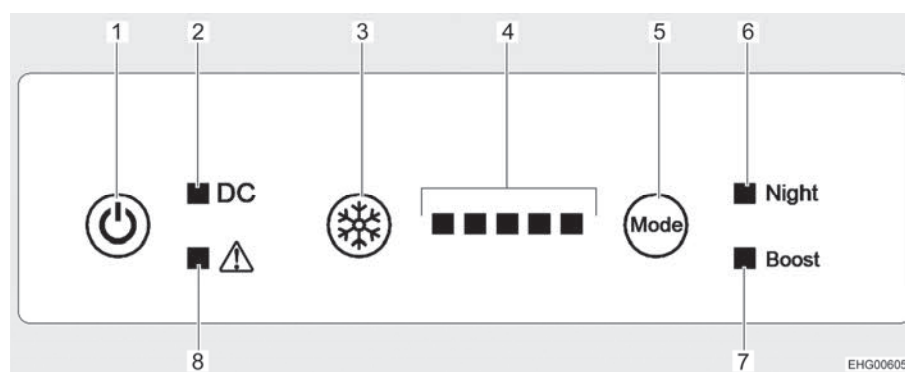

Fig. 132 Boutons de commande (réfrigérateur)
- Appuyer sur la touche Marche/Arrêt (Fig. 132,1) pendant 1 seconde. Le vibreur sonore retentit, tous les voyants de contrôle s'allument (test des voyants) et s'éteignent au bout d'environ 10 secondes. Seul le voyant de contrôle du fonctionnement (Fig. 132,2) reste allumé et indique que le réfrigérateur est en fonction. Le compresseur démarre au bout d'un court retard.
- Appuyer sur la touche Marche/Arrêt (Fig. 132,1) pendant 10 secondes. Le vibreur sonore retentit et tous les voyants de contrôle s'éteignent.
- Appuyer sur la touche de puissance de réfrigération (Fig. 132,3) jusqu'à ce que la puissance souhaitée soit affichée. Plus il y a de voyants de contrôle allumés (Fig. 132,4) plus la puissance de réfrigération (et la consommation en énergie) est élevée.
- Appuyer sur la touche Mode de fonctionnement (Fig. 132,5) jusqu'à ce que le voyant de contrôle du mode nocturne (Fig. 132,6) s'allume. Le réfrigérateur fonctionne maintenant en mode nocturne.
- Appuyer sur la touche Mode de fonctionnement (Fig. 132,5) jusqu'à ce que le voyant de contrôle du mode nocturne (Fig. 132,6) s'éteigne. Le réfrigérateur fonctionne de nouveau en mode normal.
- Appuyer sur la touche Mode de fonctionnement (Fig. 132,5) jusqu'à ce que le voyant de contrôle du mode boost (Fig. 132,7) s'allume. Le réfrigérateur fonctionne maintenant en mode boost.
- Appuyer sur la touche Mode de fonctionnement (Fig. 132,5) jusqu'à ce que le voyant de contrôle du mode boost (Fig. 132,7) s'éteigne. Le réfrigérateur fonctionne de nouveau en mode normal.